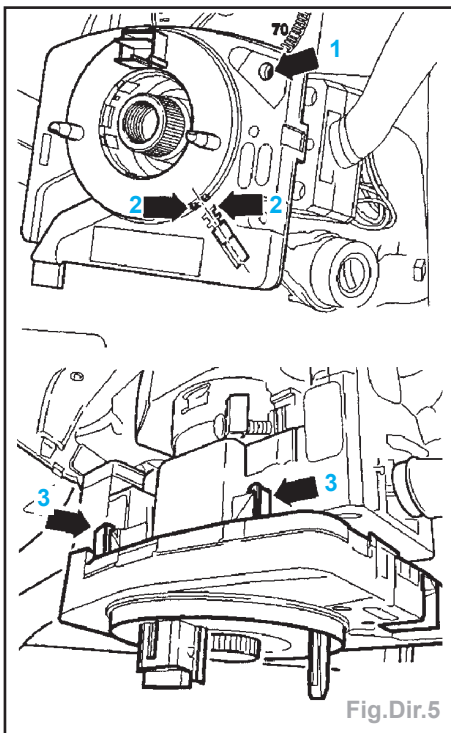

Fig.Dir.5
- un capteur d'angle «G85» est monté avec l'anneau de rappel et la bague collectrice dans le boîtier (Fig.Dir.5),